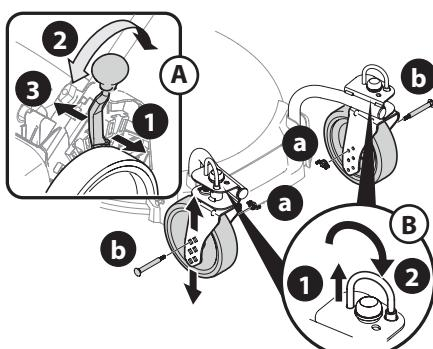

Figura 24
NOTA: La palanca de ajuste de altura de corte se ubica por encima de la rueda izquierda trasera (Recuadro A, Figura 24).
- NOTA: La altura de corte de las rueditas giratorias se determina al seleccionar una de las seis posiciones en el montaje de cada ruedita giratoria. (Figura 24).
6. Las rueditas giratorias se pueden bloquear en una posición recta hacia adelante o para que giren libremente. (Recuadro B, Figura 24).